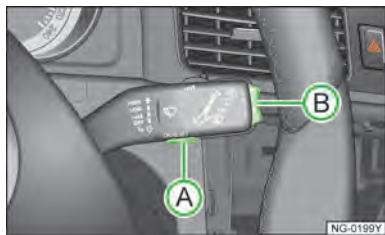

图 30
▶ 按压车窗玻璃洗涤器拨杆上按钮 **B** 的两端» 图 30，可以使各项行驶数据在显示器上逐个显示。
行驶时间显示的是上一次清空信息存储器后的车辆累计行驶时间，如果您想从某个特定时间点开始累计行驶时间您必须首先按动按钮» 图 30，见第 26 页 **A**，清除这一存储信息。
平均油耗是以升/100 公里为单位显示上一次清空信息存储器后的平均油耗，此信息能帮助您调整驾驶习惯以达到期望的油耗值，如果想测算某特定行驶周期内的平均油耗，在开始测算油耗前请先按动按钮▶图 30，见第 26 页[A]，将信息存储器清空。清除记录后需要再行驶约 300 米后才能再次显示油耗。
行驶距离显示的是上一次清空信息存储器后的车辆累计行驶距离，如果您想从某个特定时间点开始累计行驶距离请先按动按钮▶图 30，见第 26 页[A]，清除这一存储信息。超出累计行驶距离上限后存储器自动归零并重新开始计数。
平均速度显示的是上一次清空信息储存器后的车辆平均行驶速度，如果您想从某个特定时间点开始计算平均行驶速度，请先按动按钮»图 30，见第 26 页[A]，清除这一存储信息。在清除存储信息后需要再行驶约 100 米后才能再次显示平均速度。
此处显示的是您根据实际情况设置的车速报警信息。如果您想重新设定报警的车速，您必须首先按动按钮»图 30，见第 26 页[A]将报警车速复位。然后再次按动按钮重新进行设置：拨动开关上端»图 30，见第 26 页[B]，可提高报警车速；按动开关下端»图 30，见第 26 页[B]，可降低报警车速。设定完后，按下按钮»图 30，见第 26 页[A]确认报警车速修改信息。当行驶速度超过设定的车速时，设置的速度显示闪烁，同时伴随有警告音响起。